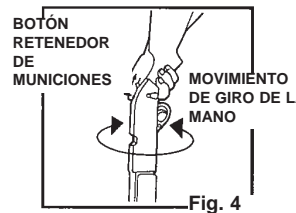

Fig. 4
- Jale hacia atrás el botón retenedor de municiones (Fig. 4).
- Con un movimiento de giro de la mano, agite y gire el rifle de aire (vea la Fig. 4) para llenar el cargador visual. (vea la Fig. 5)